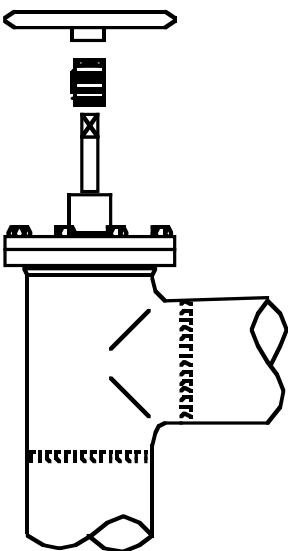

Fig. 7
3. Removal of packing gland (fig. 7): Now hand wheel/washer and packing gland can be removed. The packing gland is equipped with a teflon ring, which cannot be replaced. As a result a new packing gland must be mounted. Smooth possible marks of blow on the spindle before the new packing gland is inserted.
3. Udtagning af pakforskrning (fig. 7): Håndhjul/skive og pakforskrning kan nu afmonteres. Pakforskrningen er forsynet med en teflonring, der ikke kan udskiftes. Hele pakforskrningen skal derfor skiftes. Polér eventuelle slagmærker på spindlen, før en ny pakforskrning isættes.
3. Herausnehmen der Dichtungsstopfbüchse (FIG. 7): Handrad/Unterlegscheibe und Dichtungsstopfbüchse lassen sich jetzt demontieren. Die Dichtungsstopfbüchse ist mit einem Teflonring versehen, der sich nicht Teflonring auswechseln läßt. Deshalb muß eine neue Dichtungsstopfbüchse montiert werden. Vor Einsetzen der neuen Dichtungsstopfbüchse eventuelle Schlagspuren auf der Spindel abschleifen.
3. Desmontaje del racor de empaquetadura (fig. 7): Ahora, el volante/la arandela y el racor pueden ser desmontados. El racor está ya provisto de un anillo de teflón, pero hay que montar un nuevo racor de empaquetadura. Alisar las marcas de golpe en el vástago, si las hay, antes de montar el nuevo racor de empaquetadura.